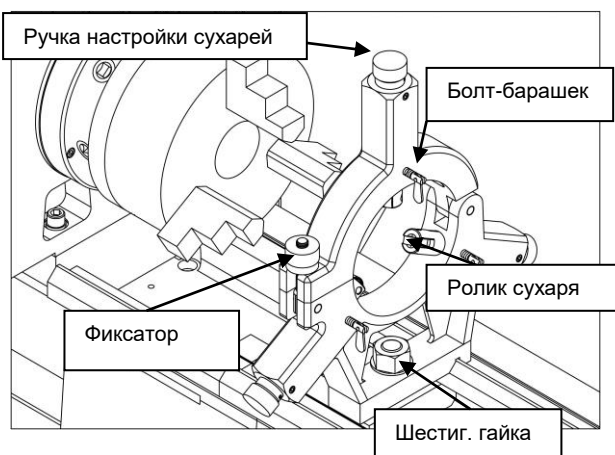

Рис. 38. Детали неподвижного люнета.
3. Расположите неподвижный люнет там, где это необходимо, чтобы должным образом поддерживать заготовку, затем затяните шестигранную гайку (рис. 38), чтобы закрепить его на месте.